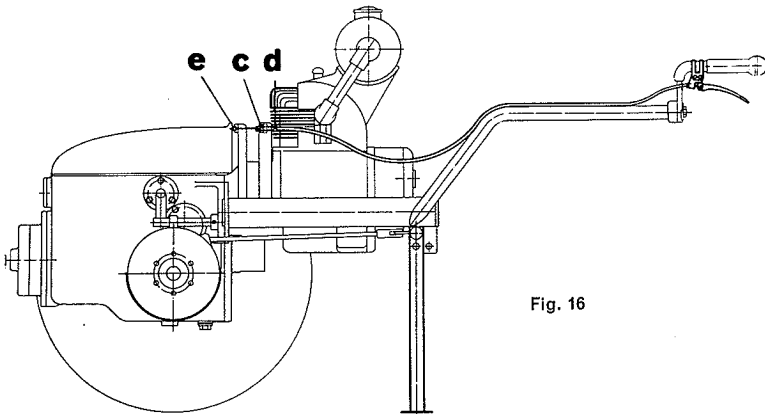

Fig. 16
#### 14. Kupplung (Fig.16)
#### 14. Réglage de l'embrayage (fig.16)
#### 14. Frizione (fig.16)
b) Trotzdem der Motor gleichmässig läuft, rutscht die Kupplung. In diesem Fall wird nach Lösen der Mutter **c** die Schraube **d** um 1-2 Umgänge hineingeschraubt, d.h. nach vorne, die Mutter **c** wieder angezogen und die Kupplung ausprobiert. Wenn die Zahnräder kratzen, muss man wieder etwas zurückkorrigieren. Ist das Regulieren mit der Schraube **d** nicht mehr möglich, so kann der Kabelnippel **e** entsprechend verstellt werden (siehe Fig. 16).
b) Bien que le moteur marche régulièrement, l'embrayage patine. Dans ce cas, après avoir desserré l'écrou **c**, serrer la vis **d** de 1-2 tours, c'est-à-dire en avant. Resserrer ensuite l'écrou **c** et essayer l'embrayage. Si les engrenages grincement, répéter l'opération en corrigeant en sens inverse. Lorsqu'on ne peut plus régler au moyen de la vis **d**, il est nécessaire de déplacer la vis serre-câble **e** (voir fig. 16).
b) Il motore funziona regolarmente, ma la frizione slitta. In questo caso allentare il controdado **c**, avvitare la vite **d** di un giro o due in avanti, fissare il controdado **c** e controllare il funzionamento della frizione. Se gli ingranaggi grattano ancora, correggere l'ultima operazione in senso inverso. Se la regolazione con la vite **d** non è più possibile, si può regolare la corrispondente vite di serraggio del cavo **e** (vedi fig. 16).